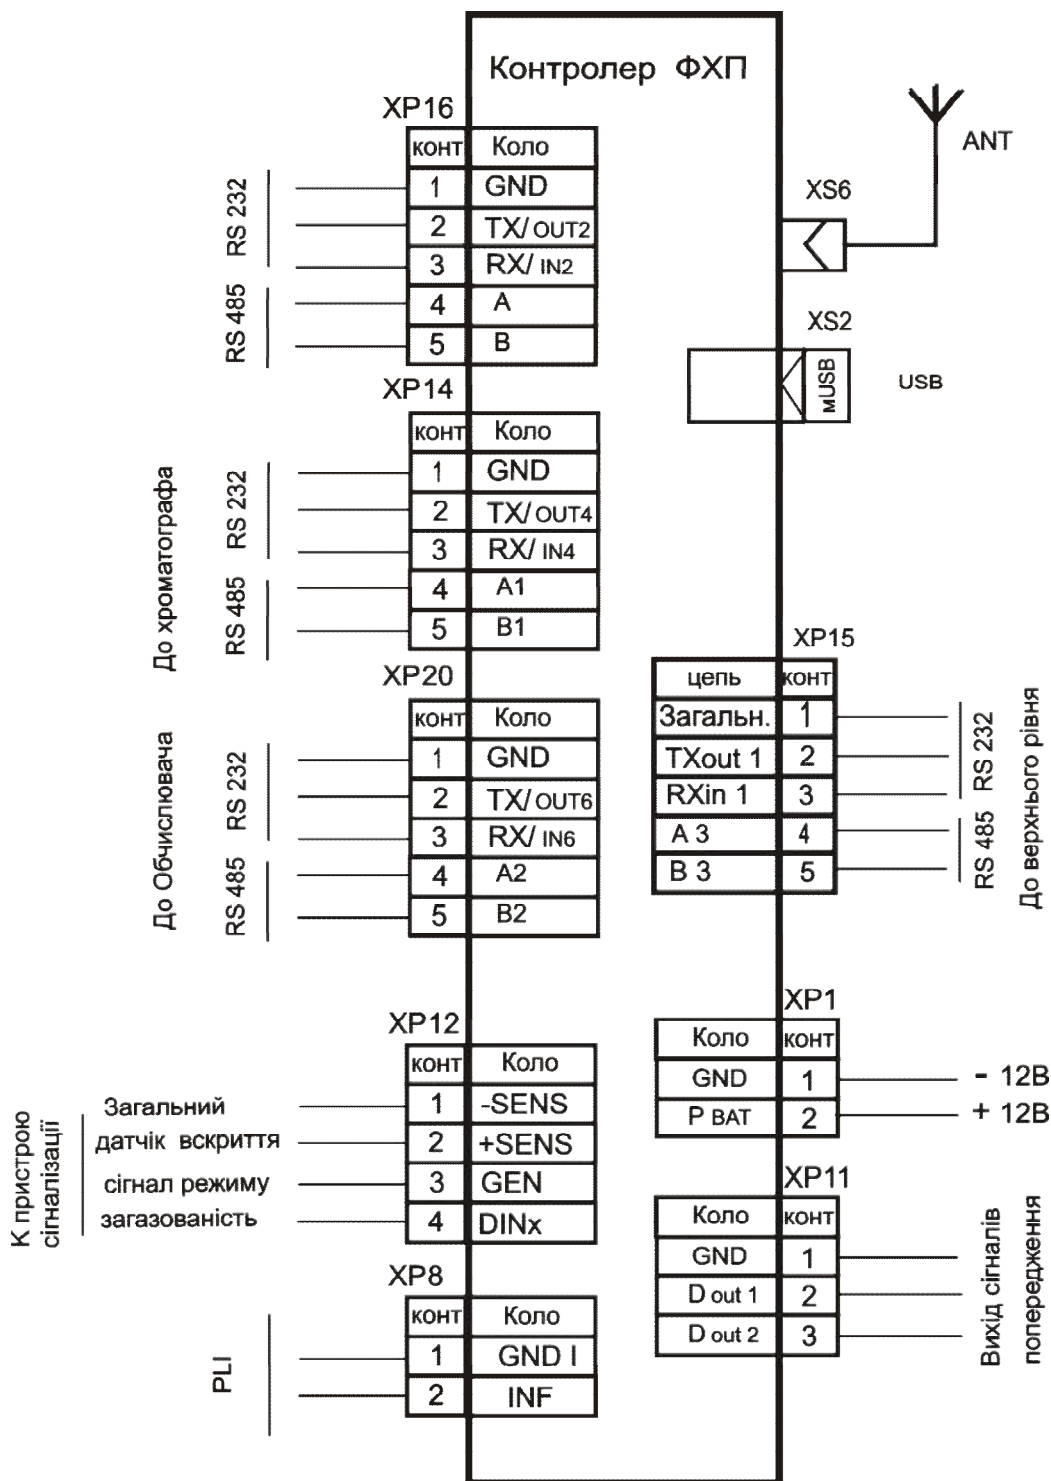

Рис. 1 – Схема зовнішніх підключень Контролера ФХП
5.3 Перевірити правильність підключення сполучних кабелів згідно зі схемою зовнішніх підключень, приведеною на Рис. 1.